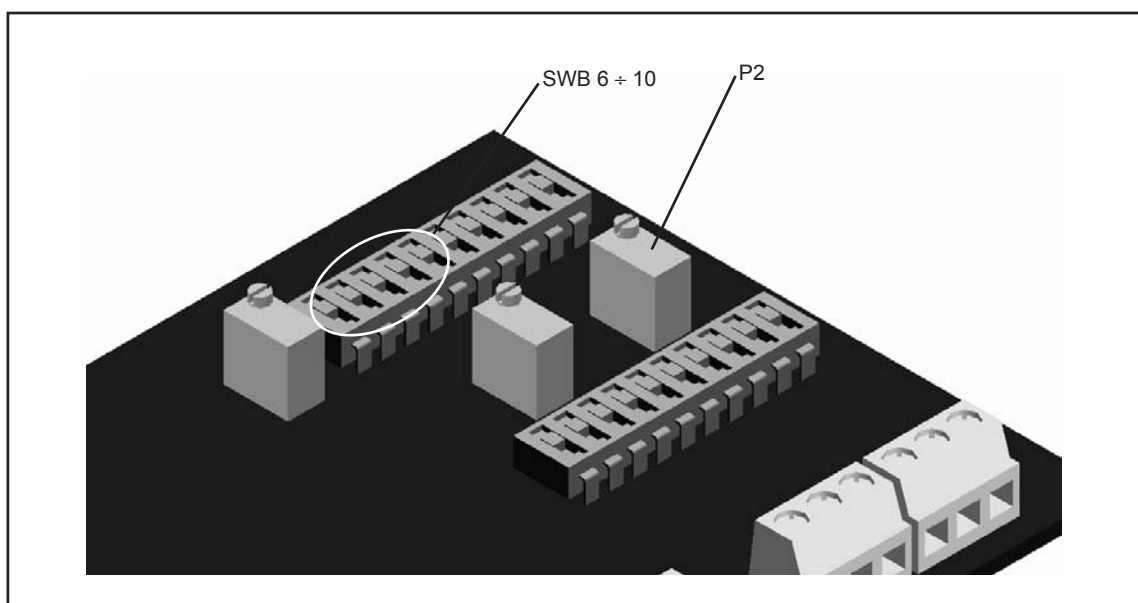

Abb. 5-10 : Position der Mikroschalter SWB 6 bis 10 und des Potentiometers P2
- Sicherstellen, dass die SWB 6 bis 10 Mikroschalter auf OFF sind (siehe Abbildung 5-10 zur Ortung der Mikroschalter).